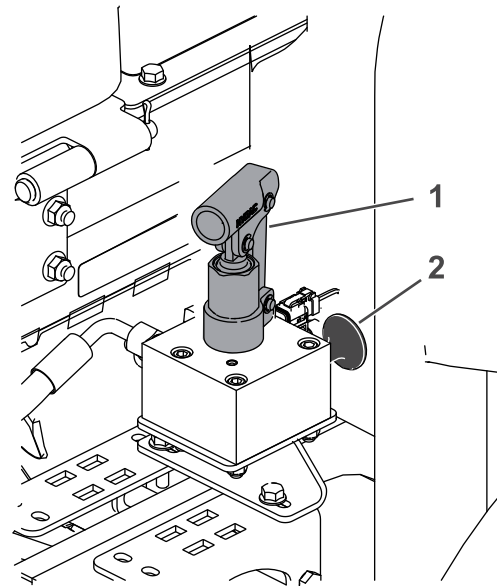

Figura 100
4. Localice el distribuidor de liberación del freno cerca de la rueda delantera derecha y detrás del depósito hidráulico (Figura 100).